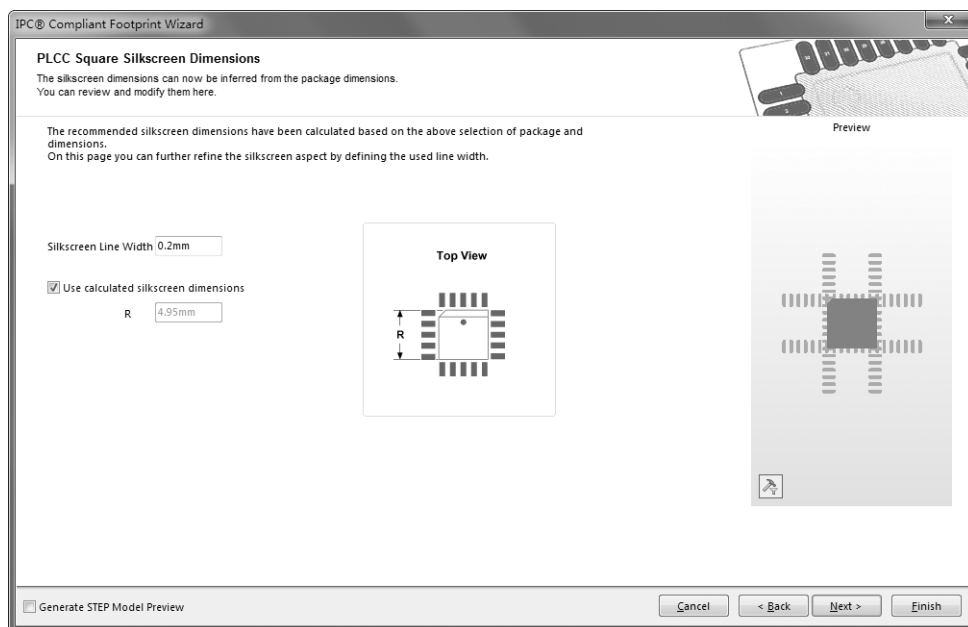

图 11-49 元件封装轮廓设置对话框
(10) 单击“Next”（下一步）按钮，进入丝印层中封装轮廓尺寸设置对话框，如图 11-49 所示。